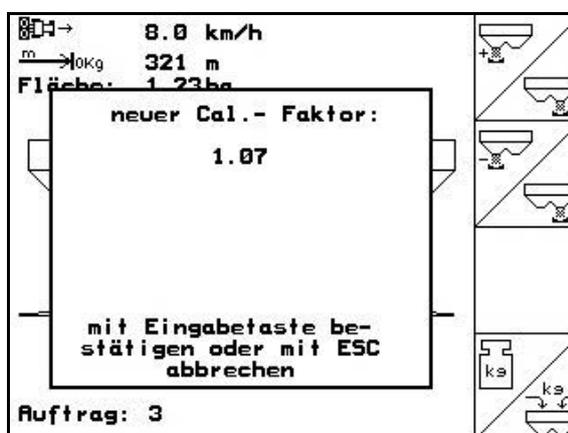

図 22
- 新しいキャリブレーション係数が表示されます (図 22)